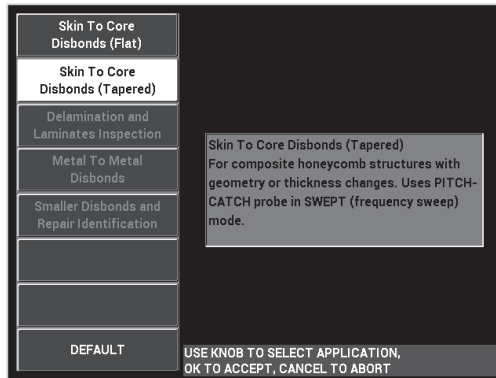

Figura 6-18 L'applicazione Perdita di adesione tra rivestimento e interno (Affusolato)
3. Selezionare l'applicazione **Perd. ades. tra rivest. e interno (Affus.)** ed in seguito premere ✓ per confermare (vedere Figura 6-18 a pagina 149).